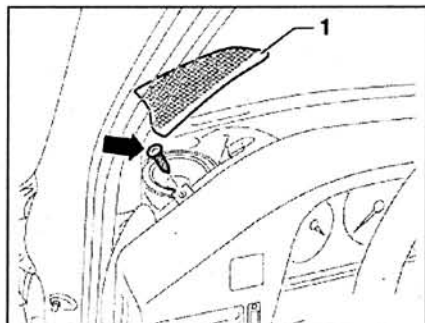

Рис. 8.13. Снимите крышку динамика **1** и открутите винт (стрелка).
1. Снимите крышку динамика **1** и открутите винт (стрелка) (рис. 8.13).